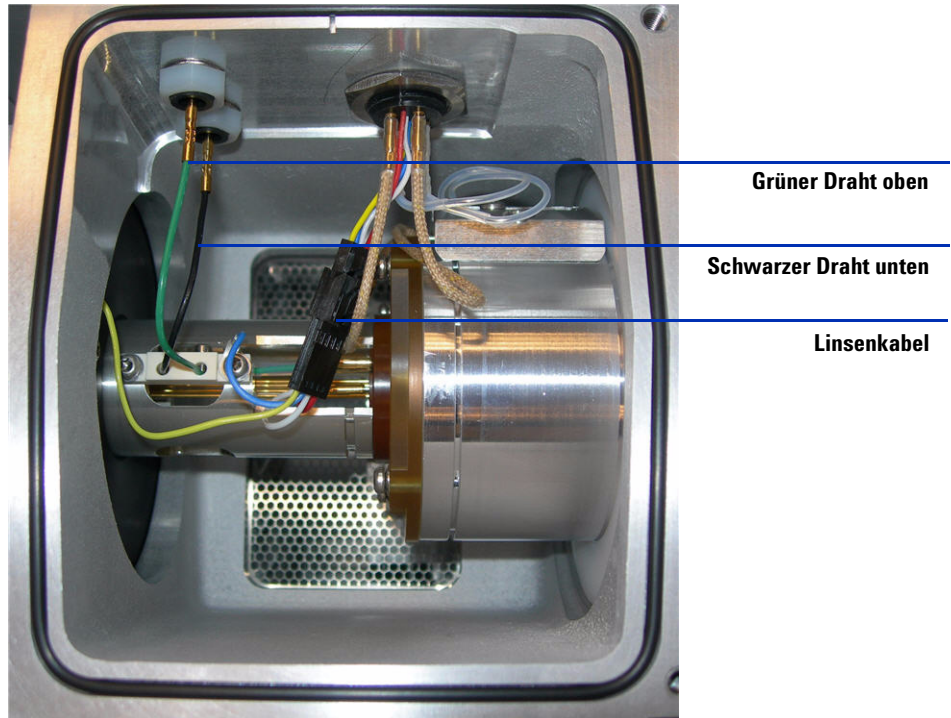

Abbildung 51 Optikeinheit
- 6 Drücken Sie den Skimmer-Abstandshalter mit dem Finger, um die Ionenoptikeinheit aus dem Gerät herauszulösen. Fangen Sie sie auf, damit sie nicht auf den Boden fällt. Siehe Abbildung 51.